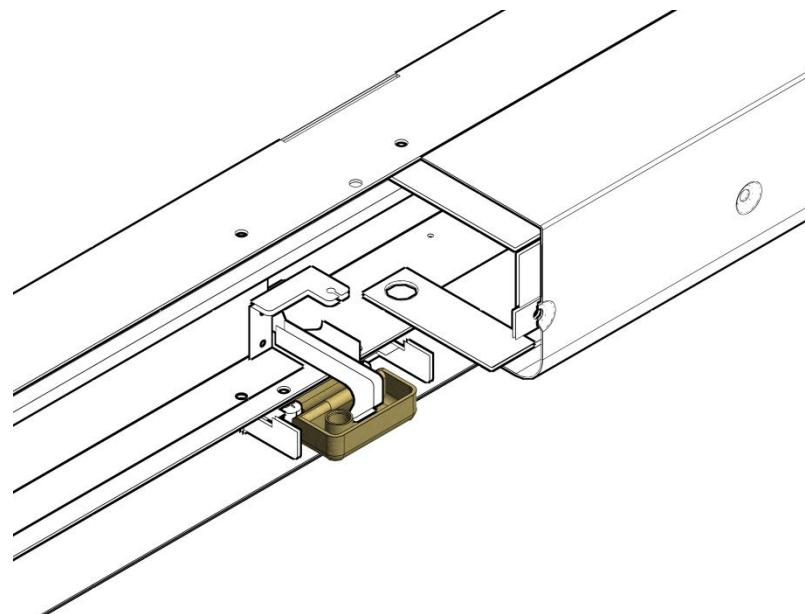

Figura 5-2
3. A porta chiusa, i riscontri devono alloggiare i naselli di chiusura (Figura 5-2); rimuovere le coperture della traversa per osservare meglio l'aggancio.